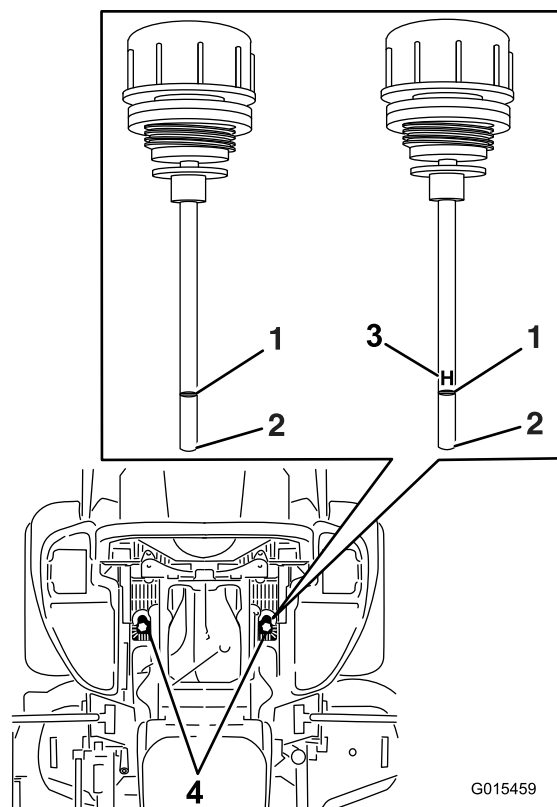

Figura 87
- Limpié la zona alrededor de las varillas de los depósitos del sistema hidráulico (Figura 87).
- Retire una varilla del depósito hidráulico (Figura 87).
- Retire la varilla e inspeccione el extremo (Figura 87).